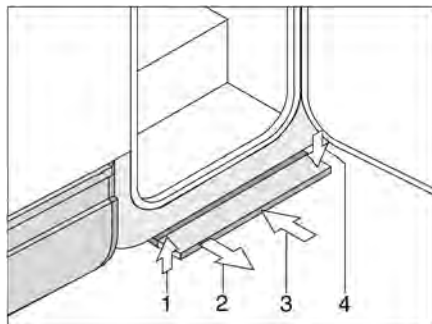

Bild 7 Mechanisch bedienbare Eintrittstufe
- Die Eintrittstufe nach vorn ziehen (Bild 7,2), bis sie einrastet.
- Die Eintrittstufe leicht anheben (Bild 7,1).
- Die Eintrittstufe bis zum Anschlag unter den Fahrzeugboden (Bild 7,3) schieben. Darauf achten, dass die Eintrittstufe einrastet (Bild 7,4).